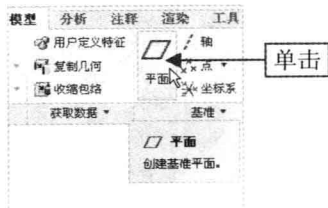

图 4-50 单击“平面”按钮
Step 02 在“功能区”选项板的“模型”选项卡中，单击“基准”面板中的“平面”按钮，如图 4-50 所示。